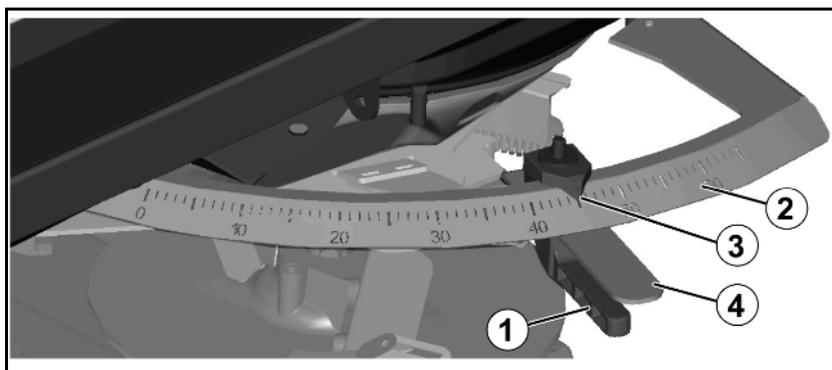

Fig. 47
Для желаемой **нормы внесения удобрений** установите требуемое **положение заслонки** с помощью обоих рычагов (Fig. 47/1).
2. Откройте фиксатор (Fig. 47/1).
3. Найдите требуемое положение заслонки по шкале (Fig. 47/2).
4. Установите указатель (Fig. 47/4) от стрелки регулировочного рычага (Fig. 47/5) на значение шкалы.